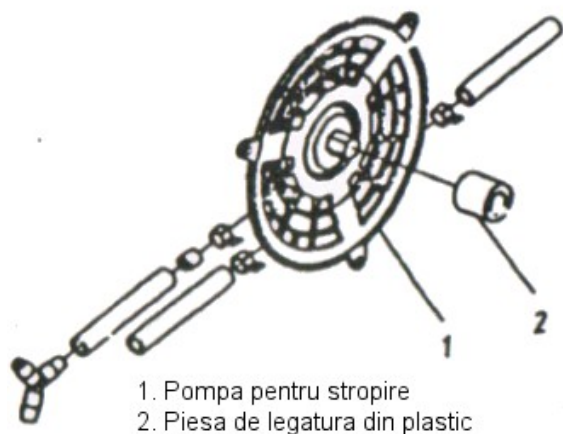
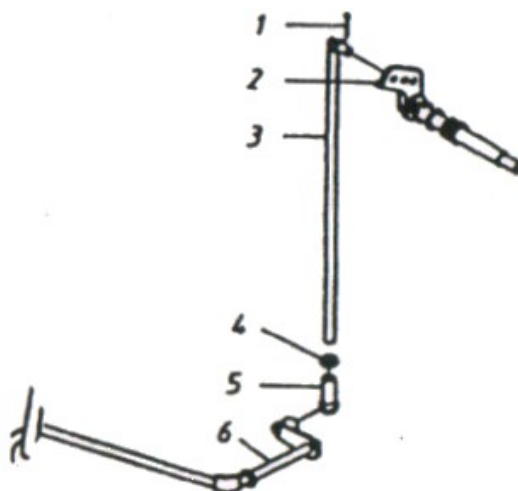

Fig. 7
Fig. 8
- (3) Demontati pompa de presiune pentru stropire si piesa de legatura din plastic asa cum se arata in Fig. 7 si montati tija de tragere conform Fig. 8